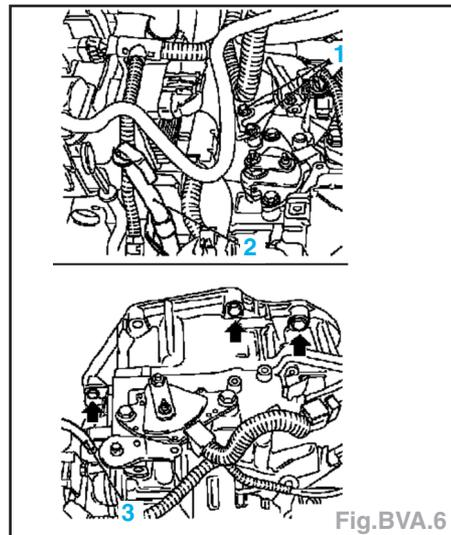

Fig.BVA.6
- Déposer les vis (3) et retirer le support, déposer le tuyau de remplissage (2) avec jauge d'huile, le tuyau de purge (3) et les vis supérieures de la boîte (flèches) (Fig.BVA.6).